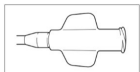

Figura 2: Connettore di irrigazione
2. Se si desidera eseguire l'irrigazione, collegare il connettore di irrigazione alla siringa in dotazione riempita con soluzione salina sterile (Figura 2).